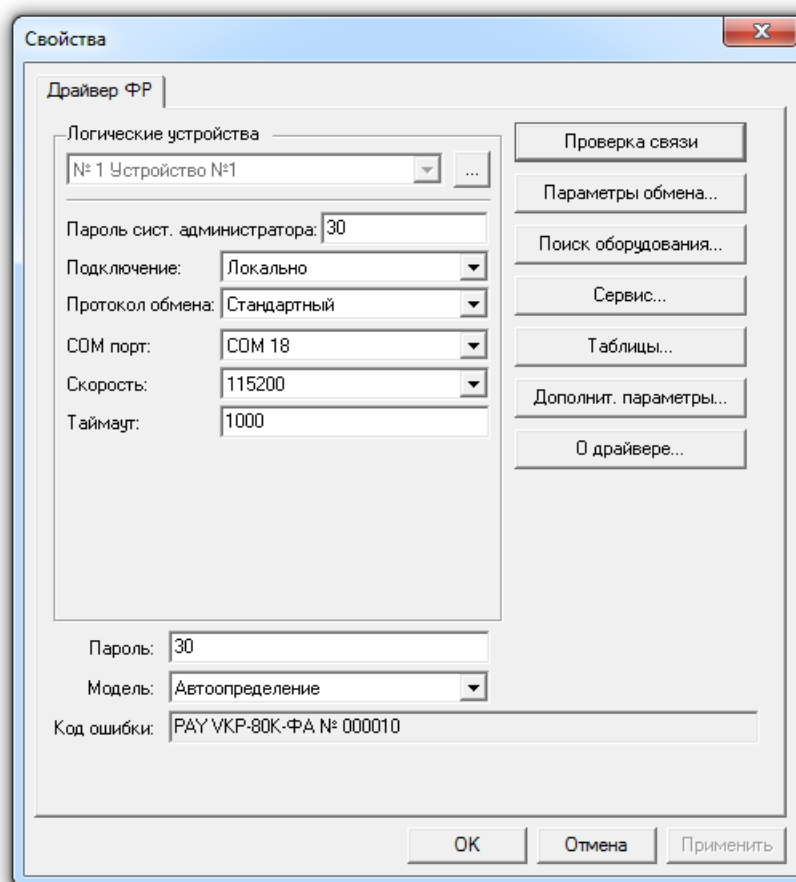

Рисунок 50
6.2.1 Запустите «Тест Драйвера ФР». Выбор COM-порта осуществите в соответствии с конфигурацией компьютера (Рисунок 50).